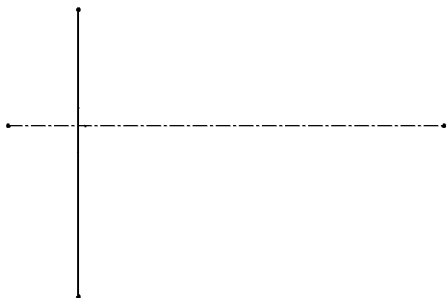

图 2-76 绘制“中心线”和“直线”
STEP 2 单击“草图”工具栏中的“中心线”按钮，绘制一条水平中心线，再单击“直线”按钮，绘制一条竖直线（令两者都经过草图原点），如图 2-76 所示。